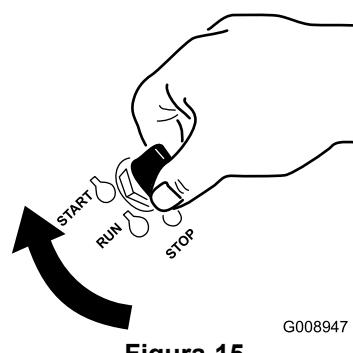

Figura 15
1. Girate la chiave di accensione in posizione di avvio (Figura 15). Rilasciatela quando il motore si accende.
- Girate la chiave di accensione in posizione di avvio (Figura 15). Rilasciatela quando il motore si accende.